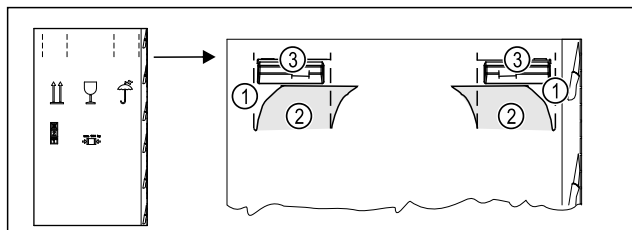

Fig. 6
- ▶ Apăsați în interior cartonul de ambalare sus la perforație Fig. 6 (1).
- ▶ Extrageți lamelele apăsați în interior Fig. 6 (2).
- ▶ Mânerul de transport Fig. 6 (3) dreapta și stânga este vizibil.
- ▶ Țineți aparatul de mânerul de transport Fig. 6 (3).